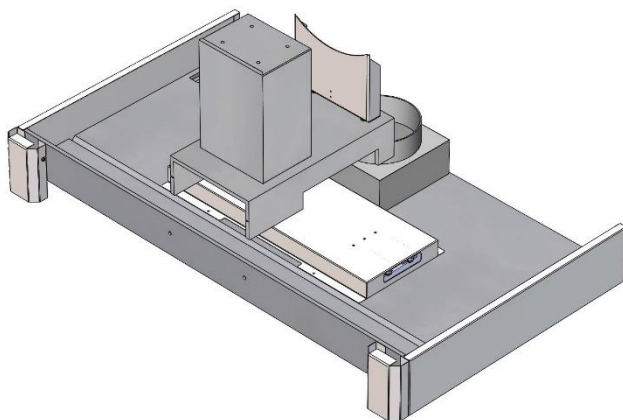

Рис. 2. Установка крепёжной площадки вентилятора
- 6.2. Установить на крышку шкафа крепёжную площадку вентилятора в сборе, зафиксировать с помощью саморезов 4x35 мм к переднему загибу крышки (Рис. 2).